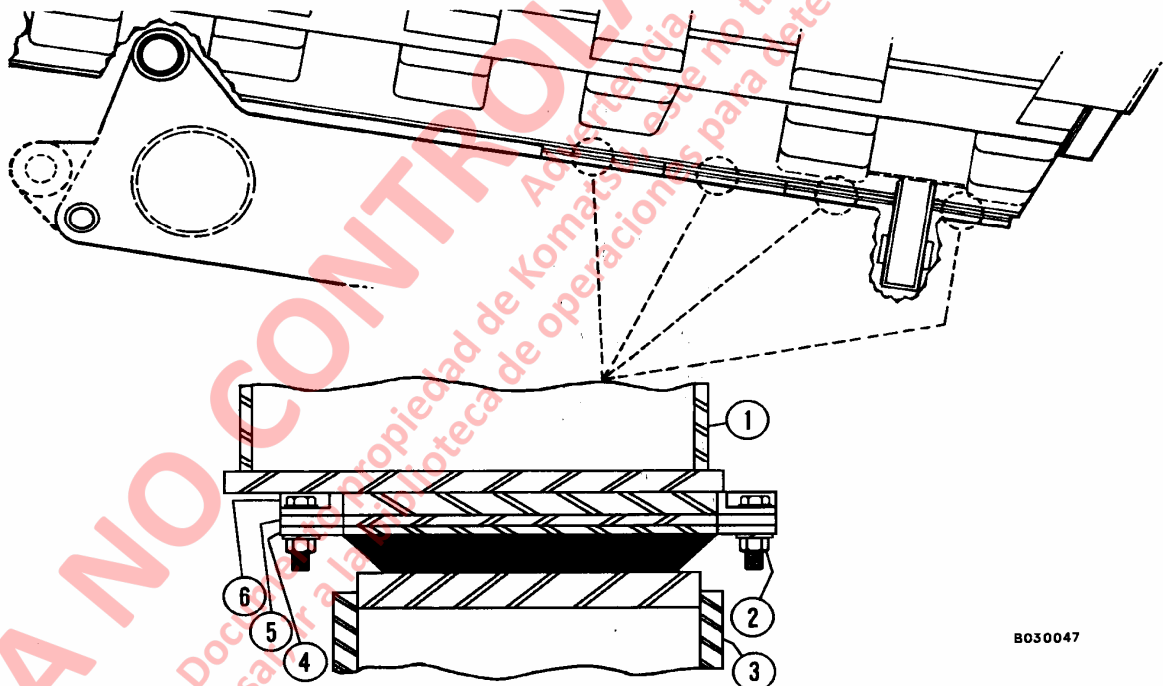

FIGURA 3-4. MONTAJE DEL ATENUADOR DE LA TOLVA
2. Retire el accesorio de montaje del atenuador (2, Figura 3-4).
3. Retire el atenuador de la tolva (4) y las laines (5). Fíjese en el número de laines instaladas en cada punto donde haya atenuador. El atenuador trasero en cada lado debe tener una laina menos que los demás atenuadores.
5. Instale el accesorio de montaje del atenuador (2) y apriete a un torque de **88.1 N.m (65 ft. lbs.)**.